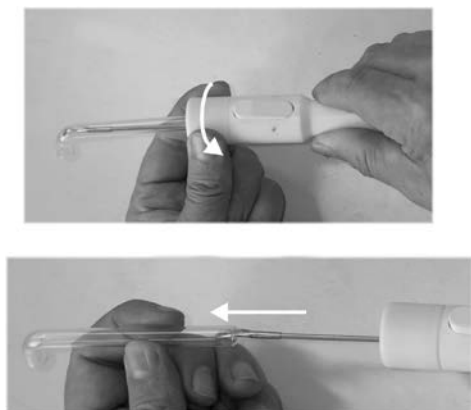

Рис.11. Порядок снятия с манипулятора лазерного модуля со световодом и установки заглушки.
Если при проведении вакуумтерапии не предполагается осуществлять в дальнейшем лазерное воздействие, то целесообразно световод извлечь из манипулятора, чтобы потом не дезинфицировать его и установить на задний торец ручки манипулятора заглушку из комплекта поставки. Для этого необходимо **отсоединить разъем лазерного модуля от электронного блока** (если модуль был установлен на манипуляторе и подключен) и, удерживая ручку манипулятора, отвернуть лазерный модуль. Затем слегка (на 2 - 3 оборота) отвернуть накидную фторопластовую гайку фиксации стеклянного наконечника и извлечь наконечник из посадочного места Рис.11.
- слегка (на 2-3 оборота) отворачивается накидная фторопластовая гайка фиксации стеклянного наконечника, и он извлекается из посадочного места (см., например, Рис.11.);